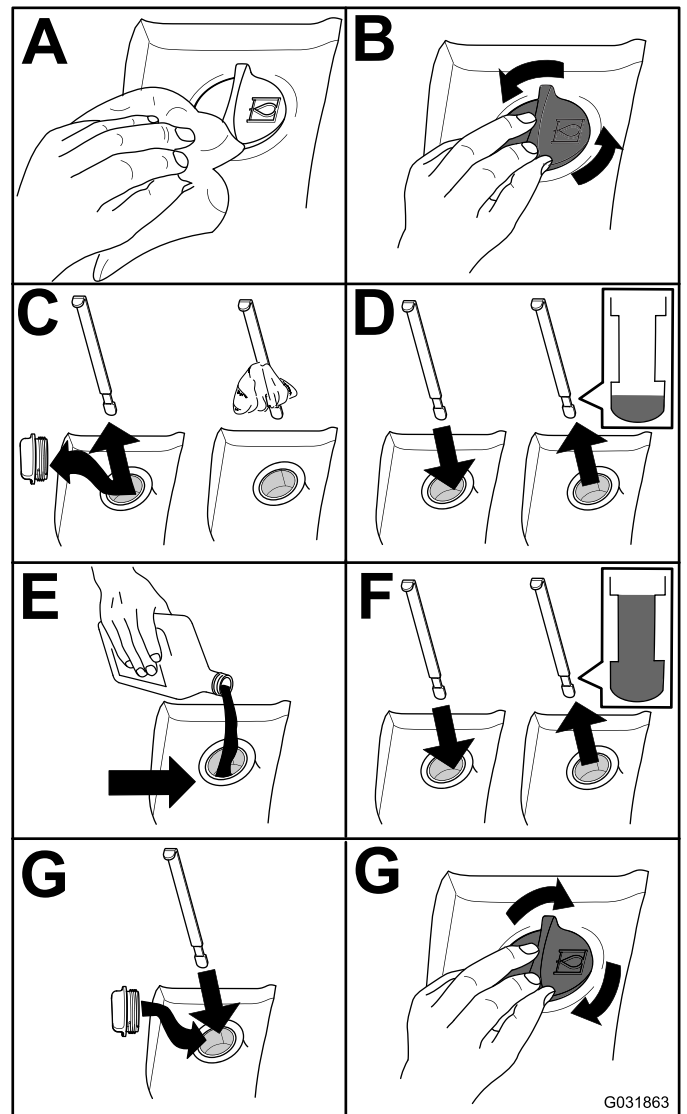

Bild 77
2. Prüfen Sie den Stand des Hydrauliköls (**Bild 77**).